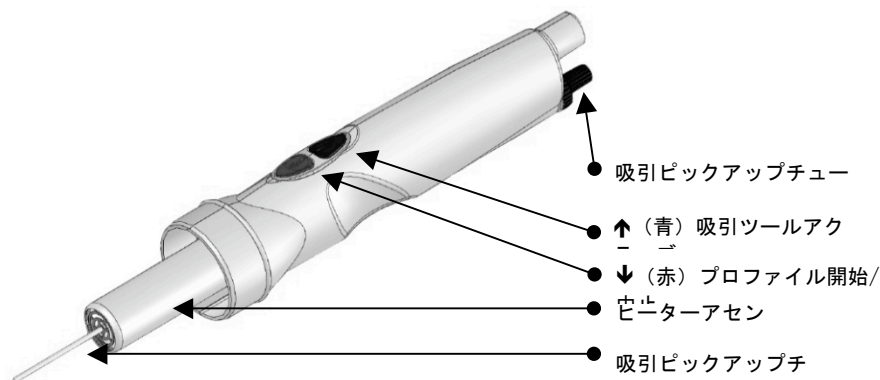

図 5 HCT-HV1 ホルダーアセンブリ
3. ノズルアダプタを停止するまで上側にスライドさせ、ヒーターアセンブリ (図 5) に固定します。